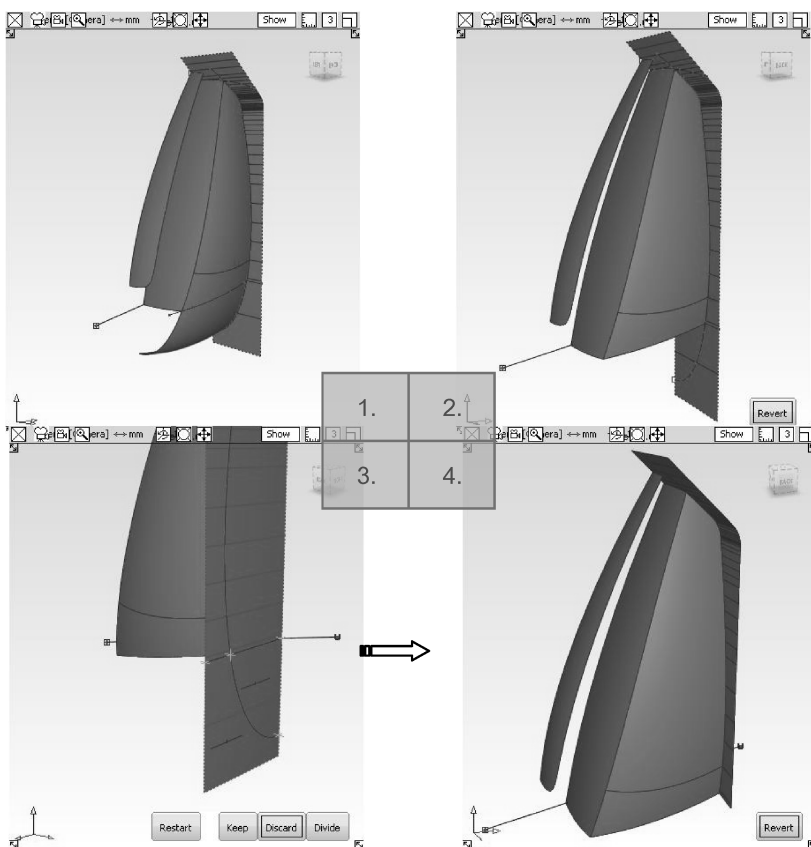

图 9-15 剪切曲面
- 17 然后选择【Trim】工具，继续剪切曲面，如图 9-15 所示。